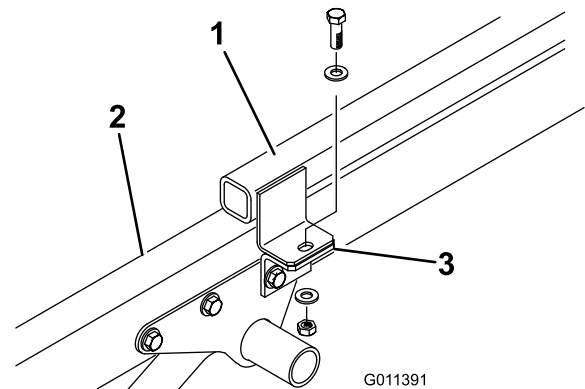

Figure 6
3. Retirez la vis, (2) rondelles plates et le contre-écrou qui fixent chaque support aux pattes du bâti d'attelage (Figure 6).